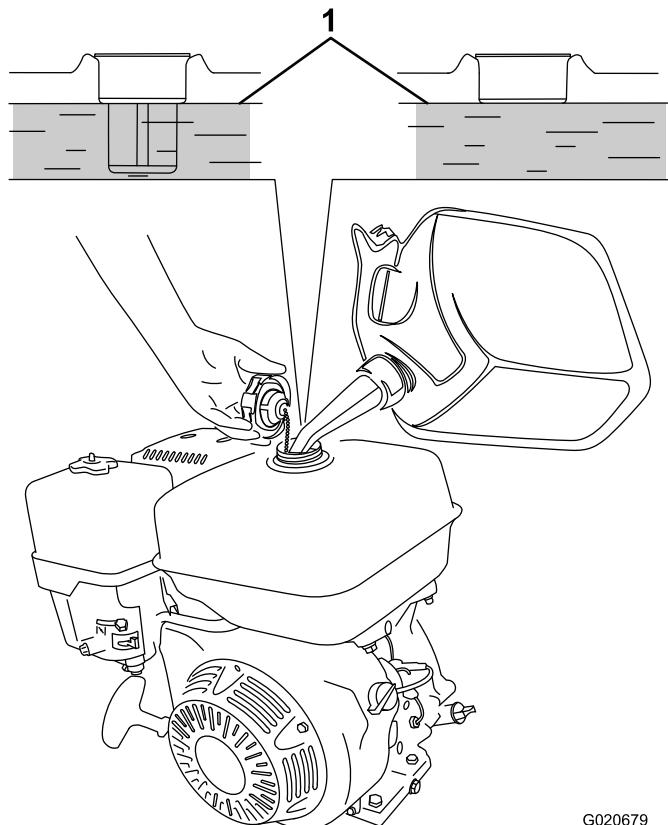

Figure 12
3. Nettoyez la surface autour du bouchon du réservoir et enlevez le bouchon (Figure 12).
4. Versez du carburant sans plomb dans le réservoir jusqu'à ce que le niveau atteigne le bas du niveau maximum (Figure 12).